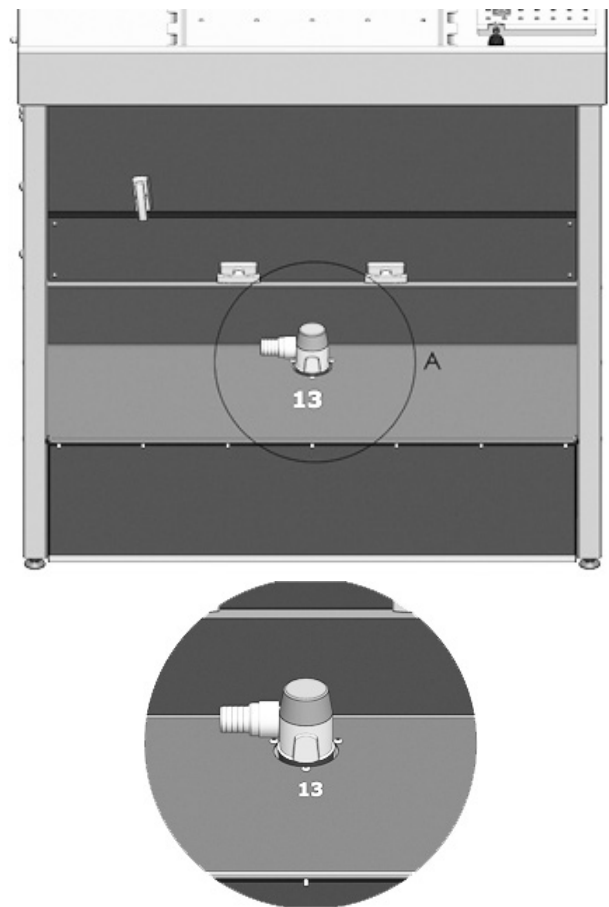

Fig. 8
Installazione della pompa per acqua di scarico per scarichi posti più in alto (13) Fig. 8